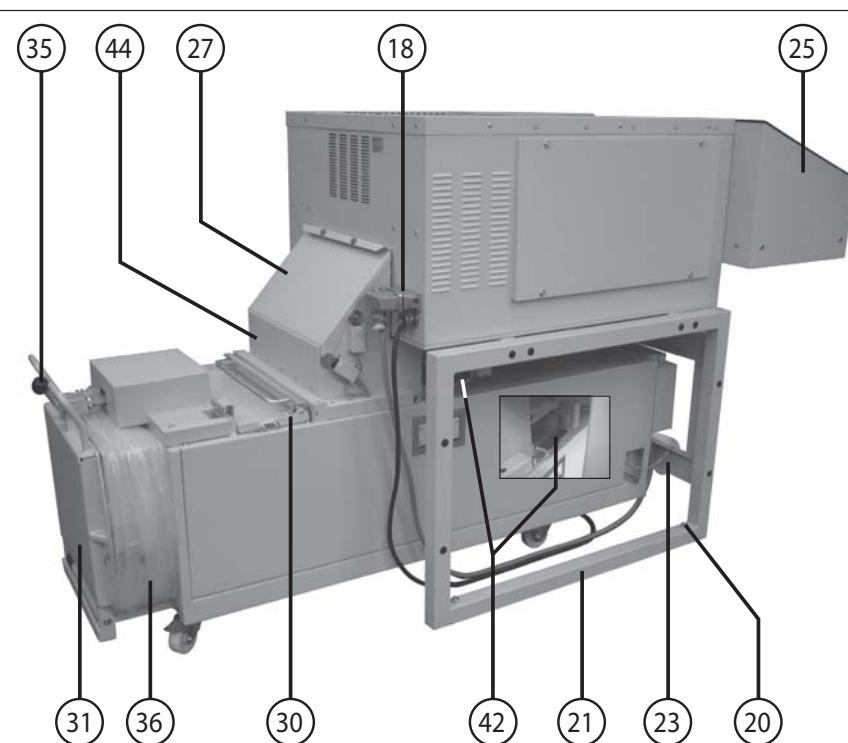

fig. 2
- 18 = Prise (fig. 2)
- 20 = Vis de compensation (fig. 2)
- 27 = Volet de protection (fig. 2 et 5)
- 30 = Volet d'introduction (fig. 2)
- 31 = Volet de prélevement (Abb. 2)